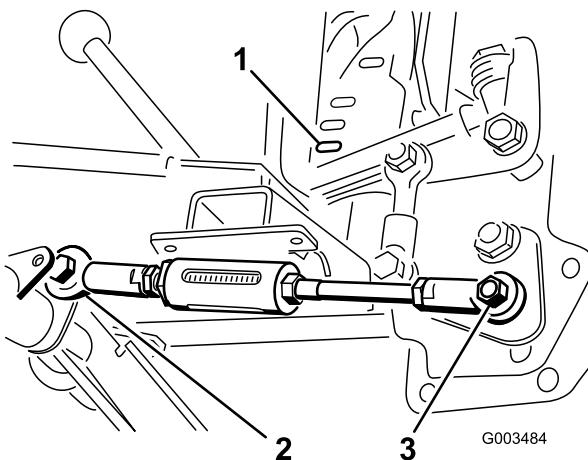

Figura 8
6. Mova a pega de elevação até que o orifício na junta esférica fique alinhado com o furo do lado direito da alavanca da barra ajustável no tubo articulado e prenda a barra à alavanca com um parafuso ($\frac{1}{2} \times 1\frac{1}{2}$ pol.) e uma porca de bloqueio ($\frac{1}{2}$ pol.) como se mostra na Figura 8.